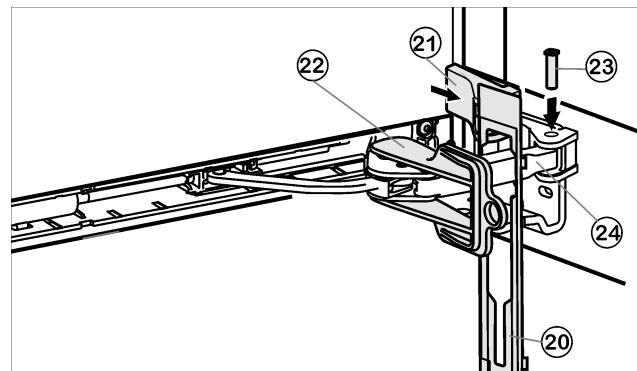

Fig. 15
- ▶ Accrocher le panneau Fig. 15 (20) sur l'étrier de l'amortisseur de telle sorte à ce que l'ergot d'encliquetage pointe vers l'avant et la face avant de l'appareil.
- ▶ Tirer l'étrier de l'amortisseur Fig. 15 (24) vers l'élément pivotant et enfoncez à nouveau le pivot Fig. 15 (23) à partir du haut, de telle sorte à ce que le carré repose dans l'évidement.
- ▶ Placer le cache Fig. 15 (21) et le bloquer.
- ▶ Retirer le dispositif d'arrêt Fig. 15 (22) en le tournant.
- ▶ Faire encliquer le panneau Fig. 15 (20) à la porte.